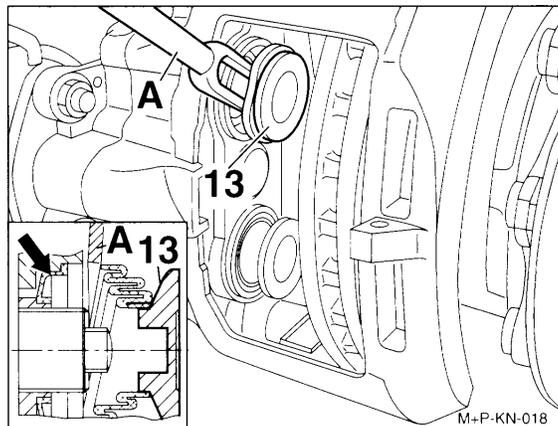

FIGURE 10: GAINES DE CAOUTCHOUC
- b. Si les gaines sont endommagées sans être attaquées par la corrosion, l'ensemble gaine-poussoir doit être remplacé (Prévost #611177) (fig. 10).